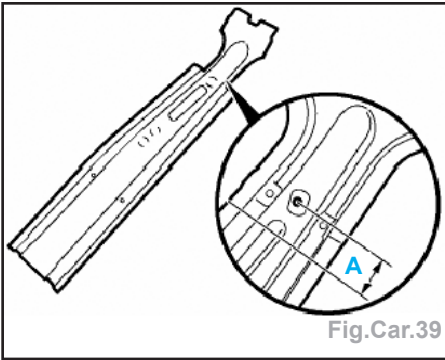

Fig.Car.39
- Découper la doublure de montant B neuve (Fig.Car.39).
- Cote (A) = 50 mm en partant du centre du trou du mécanisme de réglage en hauteur de la ceinture.